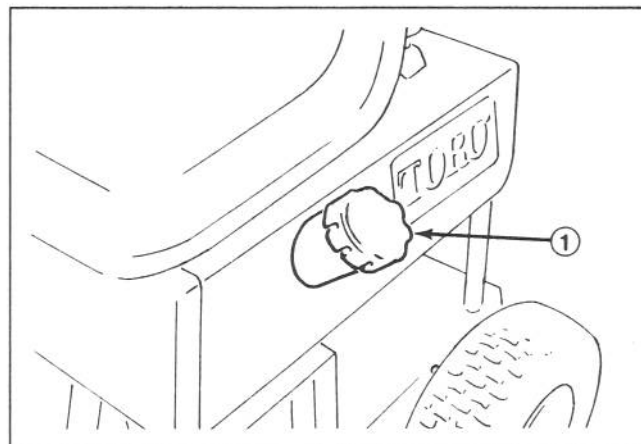

Figure 12
1. Nettoyer la surface autour du bouchon du réservoir, afin d'éviter que tout corps étranger ne tombe dans le trou de remplissage lorsque le bouchon est enlevé. Puis enlever le bouchon du réservoir (Fig. 12).